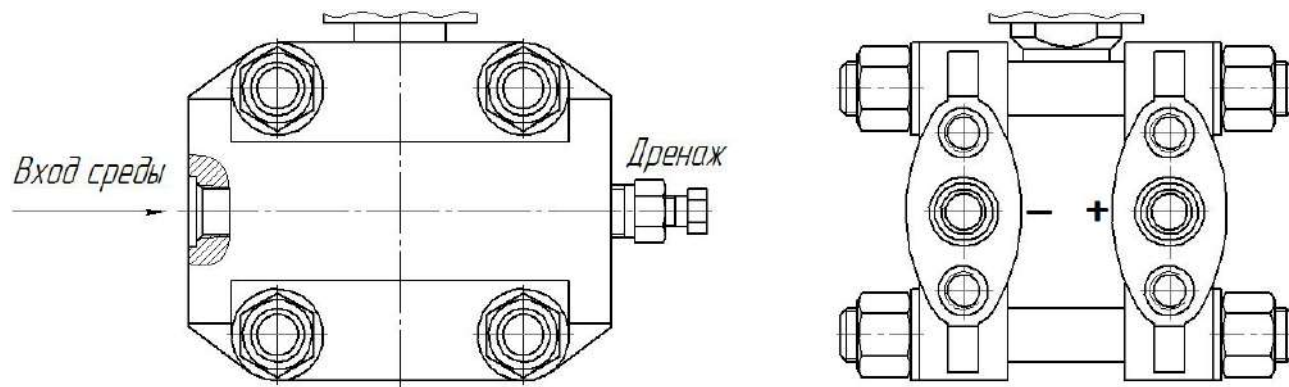

Рисунок 5 – Места подвода давлений датчиков ДД
1.4.4 Места подвода большего и меньшего давлений у датчиков разности давлений маркированы знаками «+» и «-» (см. рис. 5). Знак «+» соответствует месту подвода измеряемого давления или большего из измеряемых давлений, а знак «-» соответствует камере, сообщающейся со статическим давлением, или подвода меньшего из измеряемых давлений. Для датчиков ДВ знак «-» соответствует месту подвода рабочего давления.